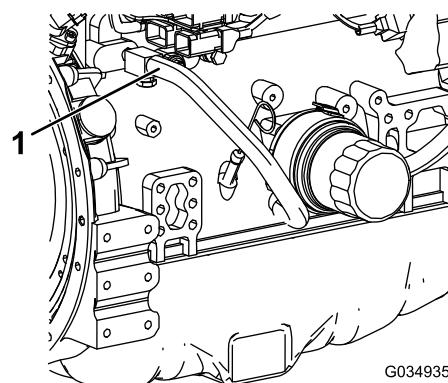

Figure 125
7. Débranchez le flexible de liquide de refroidissement du refroidisseur d'huile moteur (Figure 125).